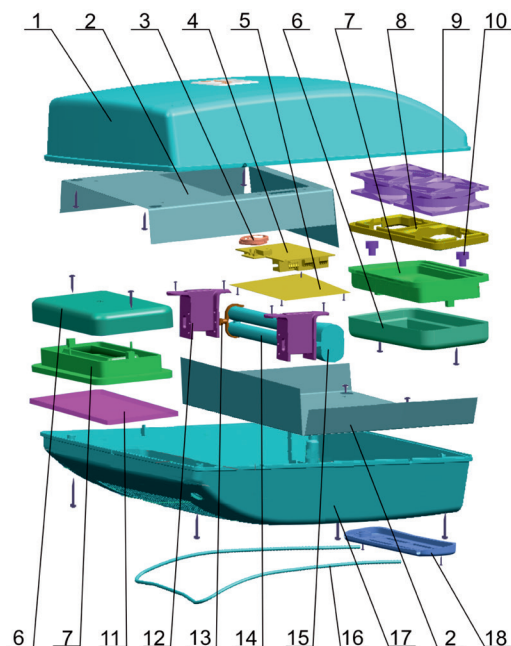

Рис.2 Расположение съемных деталей рециркулятора
Рамка рециркулятора (поз. 7, рис. 2) конструктивно выполнена ступенчато, создавая «лабиринт» для прохождения обеззараживаемого воздуха.
6.6 Для установки рециркулятора на столе снимите подставку (поз.16, рис. 2) с задней панели (поз.17) рециркулятора из пазов накладки (транспортное положение) и повернув на 180°, установите подставку в рабочее положение, вставив вновь в пазы накладки (поз.18).